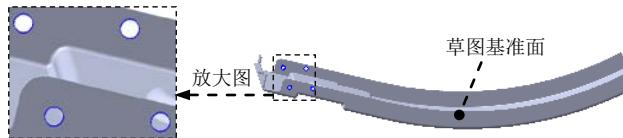

图 14.2.34 切除一拉伸 3
Step11. 创建图 14.2.34 所示的切除—拉伸 3。
(1) 选择命令。选择下拉菜单 **插入(I)** → **切除(C)** →  **拉伸(E)...** 命令。
(2) 定义特征的横断面草图。
① 定义草图基准面。选取图 14.2.34 所示的表面作为草图基准面。